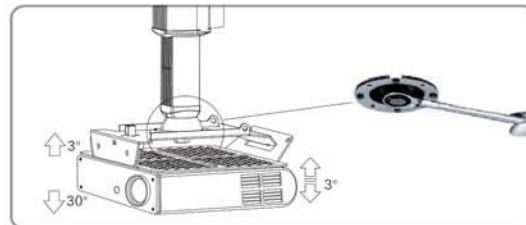

Figure 11
C. Richten Sie den Projektor aus und fixieren alles an der Schraube (6) mit dem Montageschlüssel (Fig. 11)
2. Nachdem Sie den Projektor ausgerichtet haben, ziehen Sie die Kugelkopfschraube fest! (Fig.11)